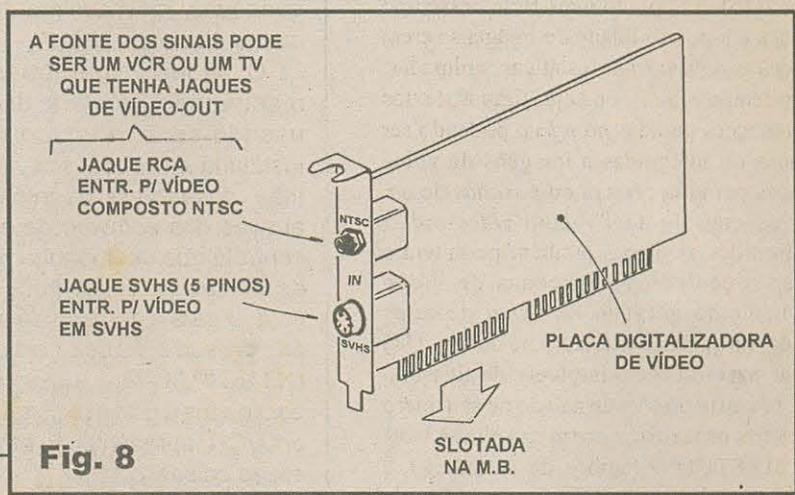

Fig. 8
- FIG. 8 - PLACA DIGITALIZADORA DE VÍDEO STANDART...
- O áudio da transmissão de TV, decodificado da portadora da emissora, é normalmente enviado para a placa de som do micro através de uma cabagem blindada específica (B), para que os falantes acoplados à dita placa possam emitir o som do programa...
- Algumas dessas placas *já incluem* as funções de uma *interface* de vídeo convencional, VGA-SVGA para micro, com o que terão também, na sua lapela traseira, o conector para o cabo do monitor (VGA - 15 pinos), visto em (C) na figura... Nesse caso, o micro *não usará* uma placa VGA normal, nem existirá a ligação (A)...
- Normalmente, as placas de TV PARA O MICRO incluem também as funções de placa digitalizadora de vídeo (vejam o item da FIG. 8 e respectivas explicações...), podendo - além de receber transmissões de TV, via RF ou cabo - também fazer tudo o que as tais digitalizadoras mais simples fazem... Para tanto, mostram na sua lapela as
- Surgirá, na tela do GERENCIADOR DE PROGRAMAS, uma JANELA de GRUPO, vazia, com o título atribuído na sua barra de topo (FIG. 7). Mantendo essa janela ativa, acionar novamente o item ARQUIVO, e NOVO (na barra de topo do GERENCIADOR DE PROGRAMAS), optando porém - agora - pela bolinha na frente de ÍTEM DE PROGRAMA... Dando OK surgirá o quadro PROPRIEDADES DO ÍTEM DE PROGRAMA (FIG. 8)... Na linha DESCRIÇÃO, escrever o nome do programa, ou apelido que se deseja dar a ele (no exemplo: NOVO PROGRAMA...). Em LINHA DE COMANDO, digitar o nome completo do executável (que já foi previamente verificado no GERENCIADOR DE ARQUIVO, lembram-se...?), que - no nosso exemplo - está como NOVOPROG.EXE... Finalmente, na linha DIRETÓRIO DE TRABALHO, deve ser dado o caminho completo para que o WINDOWS possa, daí pra frente, achar o dito executável... (exemplo: C:\NOVOPROG, conforme combinamos antes...).